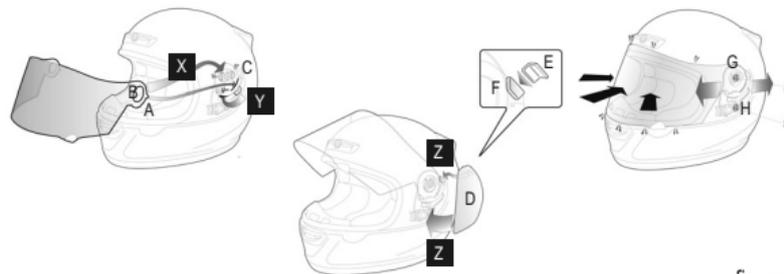

figura 10
**Montagem** ver figura 10
**Regulação** ver figura 10